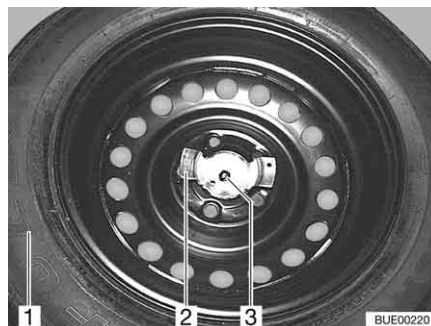

Fig. 253 Fissaggio della ruota di scorta
- Svitare i due dadi (Fig. 253,2 e 3).
- Rimuovere la ruota di scorta (Fig. 253,1) dal relativo supporto.